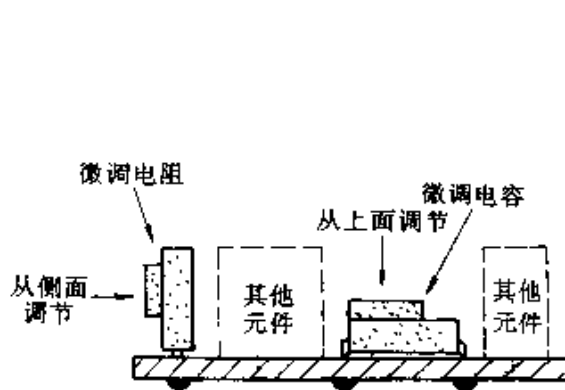

图 3-12
④ 电位器、可变电容器、开关、插孔插座等与机外有联系的元器件的布局,应与机壳上的相应位置一致。
⑤ 机内可调元件的布局,应考虑调节的方便。如图 3-12 所示,从侧面调节的元件(如微调电阻)应设计在电路板的边缘;微调电容等可从上面进行调节。